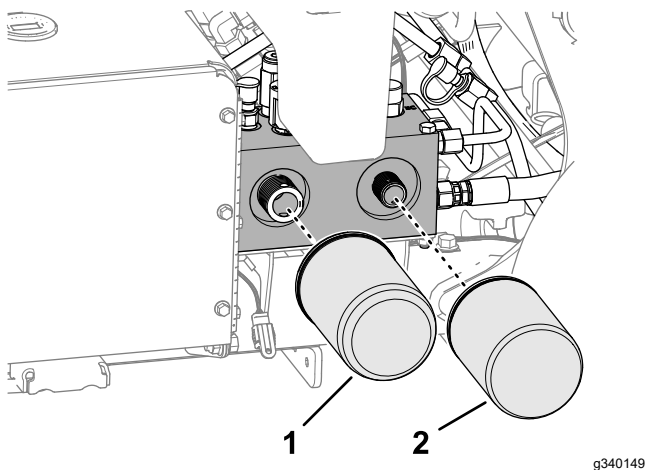

图 181
2. 在滤芯下放一个放油盘拆下旧滤芯并将滤芯安装座垫片表面擦拭干净图 181。